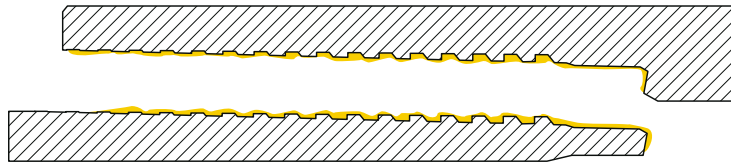

Imagen 11
- Después de aplicar el compuesto de tendido, el perfil de la rosca debería estar claramente visible. En la siguiente ilustración, el compuesto de tendido se muestra en amarillo (ver imagen 11).